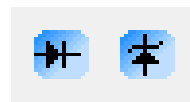

Рис. 1.9
1.2.3 Элементы панели *Диоды* (рис. 1.9)